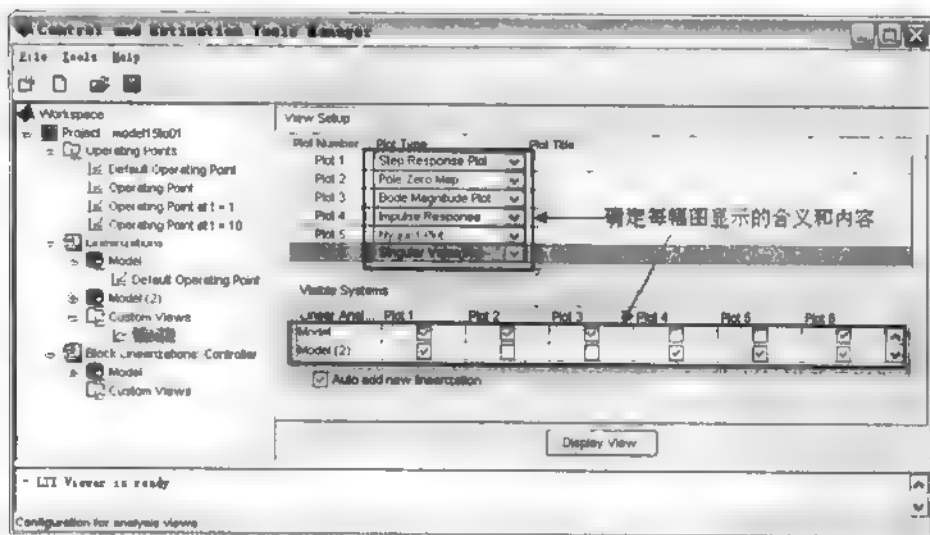

图 15.33 View Setup 设置
(2) 设置 View Setup。具体设置如图 15.33 所示。